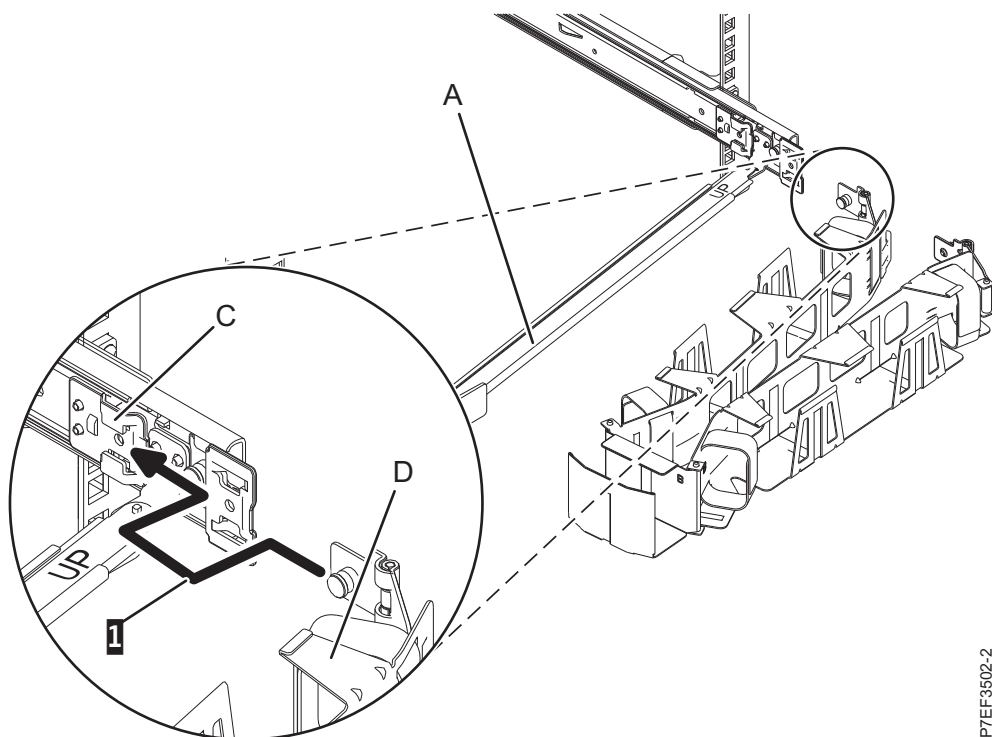
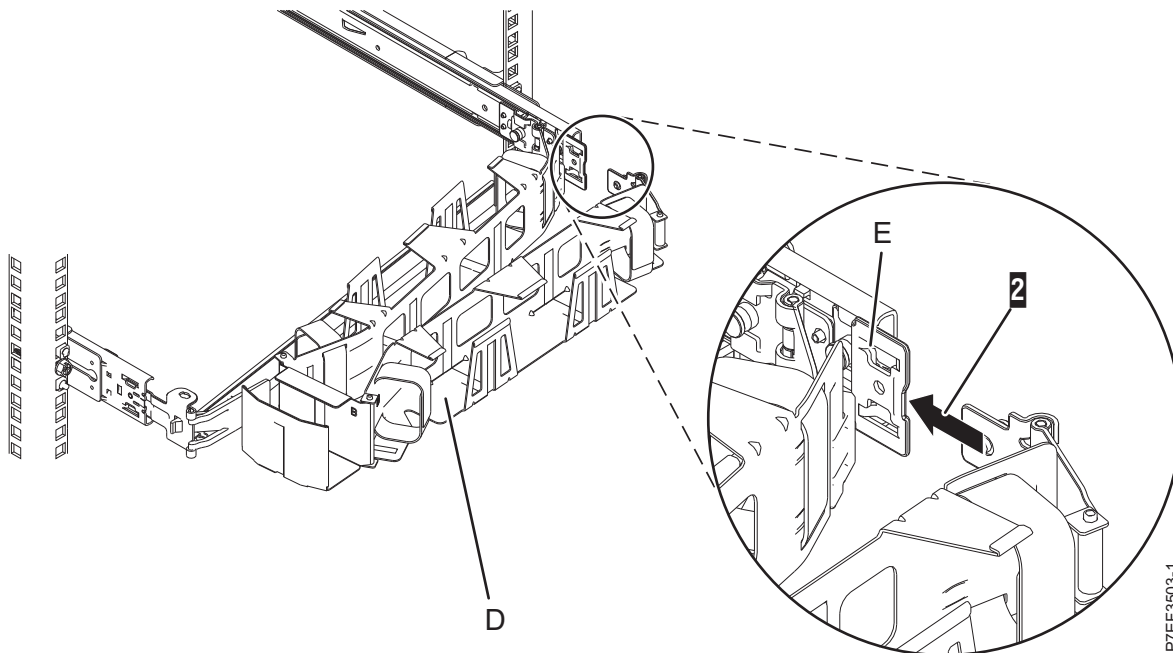

図 14. ケーブル・マネジメント・アームのタブを取り付け金具のスロットにスライドさせて取り付ける
図 15. ケーブル・マネジメント・アームの残りのタブを拡張ブラケットにスライドさせて取り付ける
7. ケーブル・マネジメント・アーム (D) をサポート・アーム (A) の上に置きます。最初のケーブル・マネジメント・アームのタブを、取り付け金具 (C) のスロットに滑り込ませます。バネ仕掛けのラッチが所定の位置に収まるまで、タブを押し込みます。もう一方のケーブル・マネジメント・アームのタブを、右側のスライド・レールの外側の拡張ブラケット (E) に滑り込ませます (2)。バネ仕掛けのラッチが所定の位置に収まるまで、タブを押し込みます。詳しくは、図 14 および 12 ページの図 15 を参照してください。